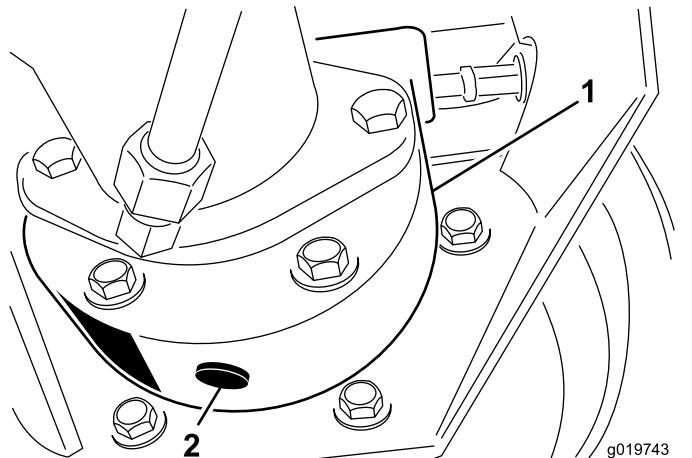

Figura 68
- Coloque o recipiente de escoamento por baixo da estrutura do travão, retire o tampão e deixe o óleo escorrer para o recipiente (Figura 68).